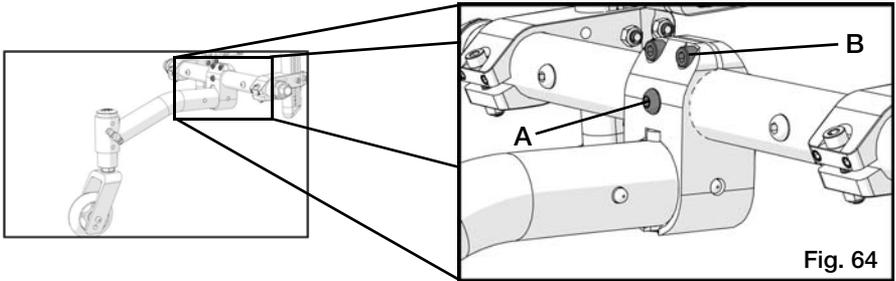

Fig. 64
2. Instrucciones para remoción con 5ta. Rueda ESTANDAR Fig. 64:
- Utilizando una llave hexagonal de 3mm y una llave de 8mm, retire el tornillo con cabeza plana de 5mm del receptor (Fig. 64:A).
- Utilizando una llave hexagonal de 4mm, afloje los dos tornillos de 5mm (Fig. 64:B) hasta que el receptor se deslice libremente sobre el tubo camber.